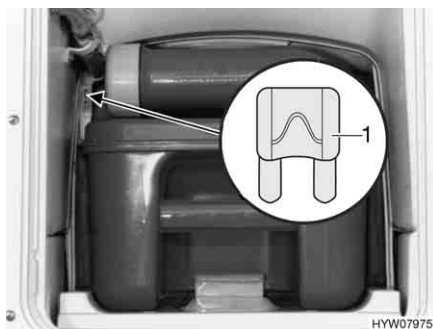
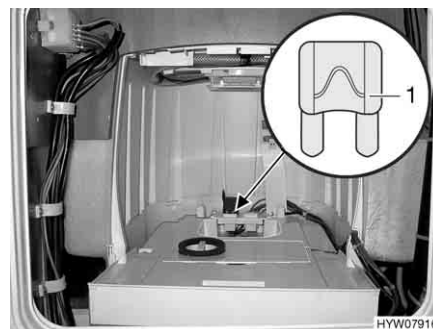

Fig. 110 Fusibile della toilette Thetford
Fig. 111 Fusibile della toilette Thetford (alternativa)
- Sostituire il fusibile (Fig. 110,1 o Fig. 111,1).